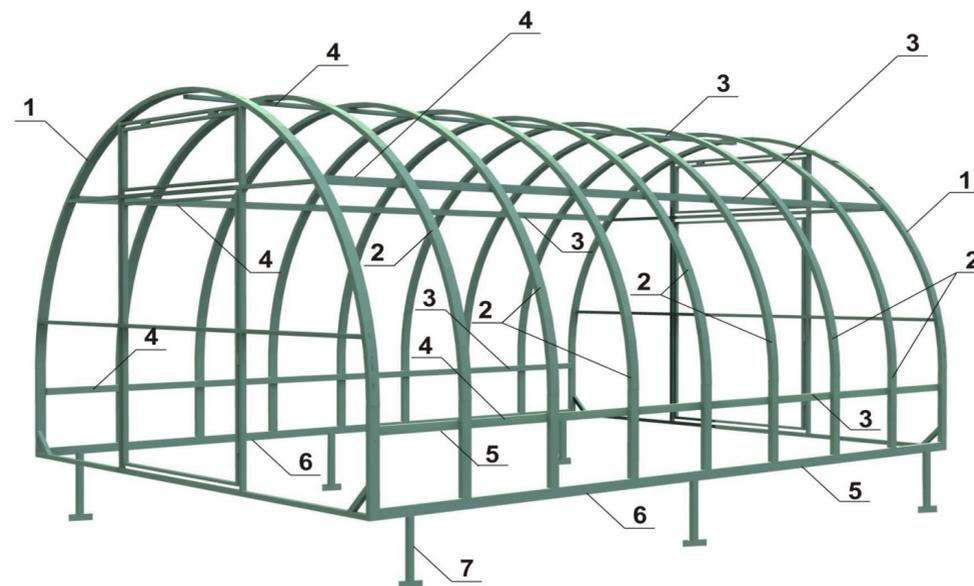

рис. 1
- собрать и установить основание теплицы, состоящее из нескольких элементов, в зависимости от длины теплицы (**поз. №5, 6 рис. 1**) на фундамент из бруса.
- стяжки (**поз. №3, 4 рис. 1**) прикрепите к торцам и дугам. Закрепите стяжки в каждом поперечном элементе винтами с гайками (**рис. В, Г**). Под каждую гайку необходимо подложить шайбу.